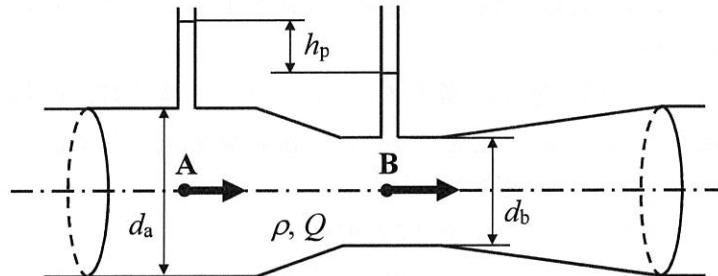
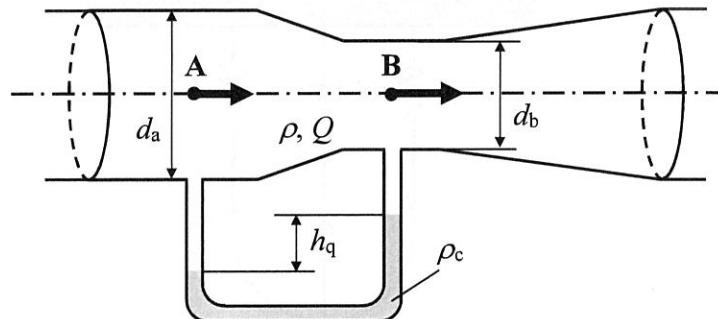

図4-1
図4-2
図4-1, 図4-2に示されるように、断面積が変化する太管が水平に置かれ、その管内を密度 ρ 、体積流量 Q の完全流体が流れている。図4-1の太管の上部には2本の細管が取り付けられており、大気に開放されている。一方、図4-2の太管の下部には細いU字管が取り付けられており、その中には密度 ρ_c の液体が封入されている。いずれの図においても、点Aの位置での太管の直径を d_a 、点Bの位置での太管の直径を d_b とするとき、以下の問い合わせに答えなさい。ただし、重力加速度を g とし、管内における流体のエネルギー損失は無視できるものとする。
- (1) 図4-1における点Aでの流速 u_a を、 d_a 、 Q を用いて表しなさい。
- (2) 図4-1における点Aと点Bでの圧力差 Δp を、 d_a 、 d_b 、 Q 、 ρ を用いて表しなさい。
- (3) 図4-1の上流と下流の細管における液柱差 h_p を、 d_a 、 d_b 、 Q を用いて表しなさい。
- (4) 図4-2のU字管における液柱差 h_q を、 d_a 、 d_b 、 Q 、 ρ 、 ρ_c を用いて表しなさい。